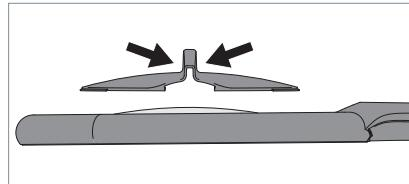

рис. 3: Смонтируйте кожух увеличивающей линзы.
- ▶ Сожмите кожух линзы вверху, смотри рис. 3.